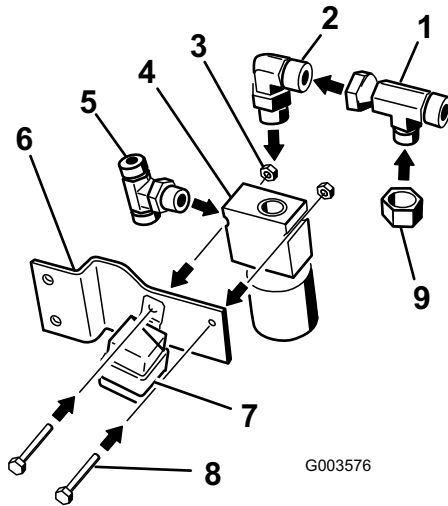

Bild 11
- Montieren Sie die Anschlussstücke mit den Winkeln, die in den Bildern angegeben sind. Montieren Sie das T-Stück seitlich am Ventil. Siehe Bild 11 für das richtige T-Stück.
- Montieren Sie ein kleines 90-Grad-Anschlussstück oben am Ventil (Bild 11).
- Montieren Sie den T-Adapter am 90-Grad-Anschlussstück. Siehe Bild 11 für das richtige T-Stück.
- Montieren Sie die Abdeckkappe am T-Adapter (Bild 11).
- Befestigen Sie das Ventil mit zwei Schrauben (1/4 x 1-3/4 Zoll) und zwei Muttern (1/4 Zoll) (Bild 11) an der Ventilverbinder.